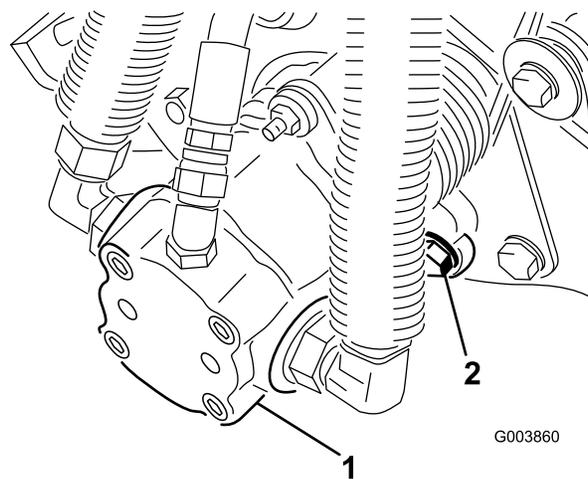

図 10
7. リールモータを固定するための取り付けナットを各カッティングユニットに装着する (図 10)。ネジ山が 12 mm 程度突き出るようにする。